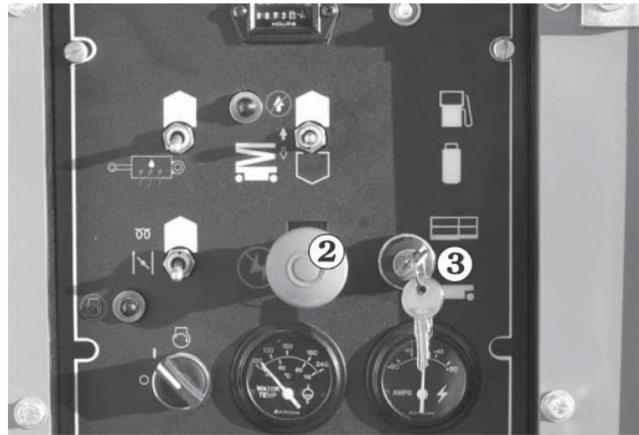

Abb. 8.11
2. Schalten Sie den **Notaus-Schalter 2** ein (obere Stellung). (Siehe Abb. 8.11)
3. Schalten Sie den **Boden-/Plattform-Wahl-schalter 3** auf Plattform (obere Stellung) (siehe Abb. 8.11).